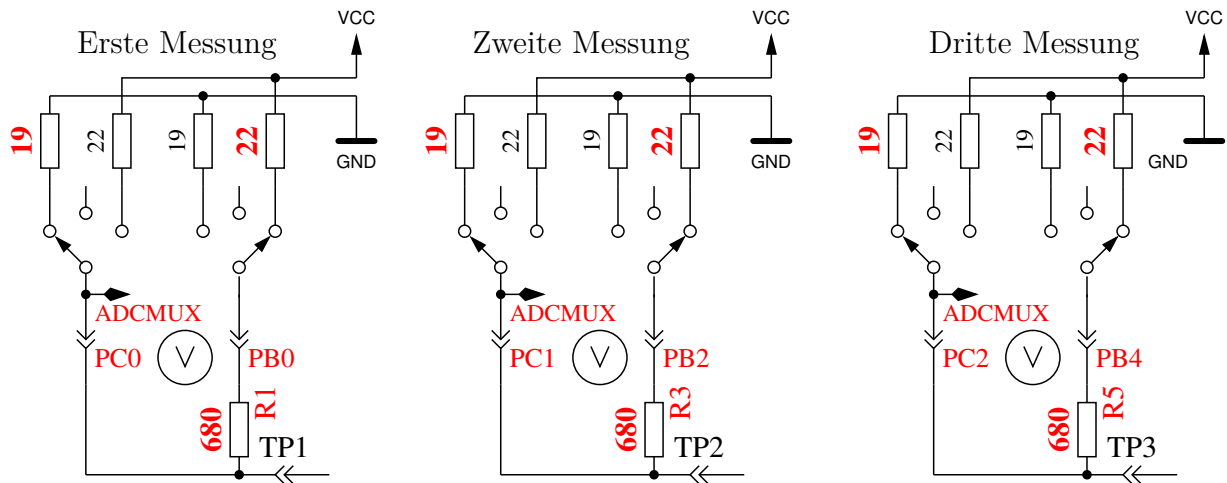

Abbildung 5.66. Messung des Innenwiderstandes von auf GND geschalteten Port-C-Ausgängen.
5. Dieser Schritt testet die **Fähigkeit von mit GND (-) verbundenen 470kΩ-Widerständen (H) die Testpins auf GND zu ziehen**. Zeile 1 zeigt den Text „RH-“. Zeile 2 sollte für alle drei Pinne Null mV anzeigen.
6. Dieser Schritt testet die **Fähigkeit von mit VCC (+) verbundenen 470kΩ-Widerständen (H) die Testpins auf VCC zu ziehen**. Zeile 1 zeigt den Text „RH+“. Der bestmögliche mV Wert für die drei Messungen wäre 0 in Zeile 2, da die Diffenz zu VCC dargestellt wird. Große Abweichungen vom Idealwert für Schritt 5 und 6 sind Fehler wie Isolations-Problem, Flussmittelreste oder beschädigter Port.
8. **Messung des Innenwiderstandes eines auf GND geschalteten Ausganges.** Dieser und die folgenden Schritte werden nur bei gewählter AUTO_CAL-Option durchgeführt. Die internen Port-C-Widerstände von auf GND (-) geschalteten Ausgängen werden mit dem Strom der nach VCC (+) geschalteten 680Ω Widerstände gemessen, siehe Abbildung 5.66. Es werden nur die drei Pins des ADC-Ports vermessen, die Widerstands-Ports PB0, PB2 und PB4 können nicht ohne Veränderung der Hardware gemessen werden. Es wird angenommen, dass die Portwiderstände von unterschiedlichen Ports nahezu identisch sind. Der Widerstandswert wird im nächsten Schritt mit ausgegeben.